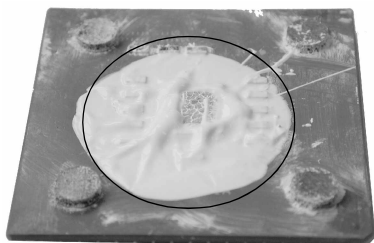

图2 在核芯表面涂上导热硅脂
■使用导热硅脂。由于 CPU 核芯的缩小化，导致热量更加集中，因此使用导热介质直接影响散热效果。擦上导热硅脂与不擦导热硅脂，据测量效果可以相差一倍以上。钻龙核芯表面的刻痕也是散热的严重杀手，我们可以看到在 CPU 的核芯表面刻有标示，这使得核芯表面崎岖不平，因此在不使用导热硅脂的情况下，核芯与风扇表面接触的散热效果会大打折扣，因此解决这个问题的唯一方法就是使用导热硅脂(图2)。
差一倍以上。钻龙核芯表面的刻痕也是散热的严重杀手，我们可以看到在 CPU 的核芯表面刻有标示，这使得核芯表面崎岖不平，因此在不使用导热硅脂的情况下，核芯与风扇表面接触的散热效果会大打折扣，因此解决这个问题的唯一方法就是使用导热硅脂(图2)。